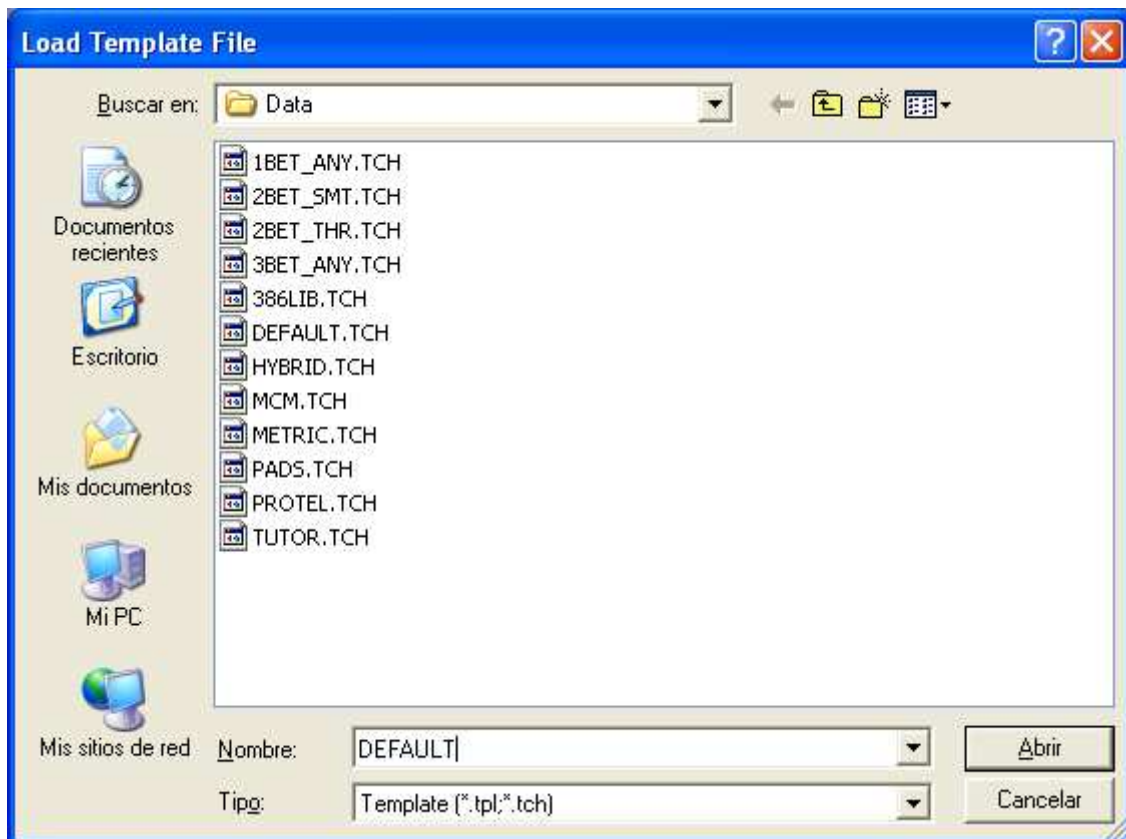

Figura 1.11. Elección de la plantilla de diseño por defecto.
- 1.- Un fichero con una **plantilla** de diseño (Figura 1.11).